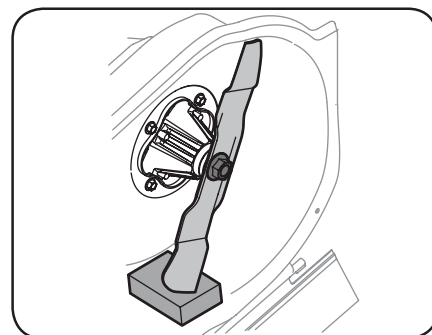

Figure 4-8
4. Retirez l'écrou à bride (a) qui fixe la lame à la fusée. Voir Figure 4-8.